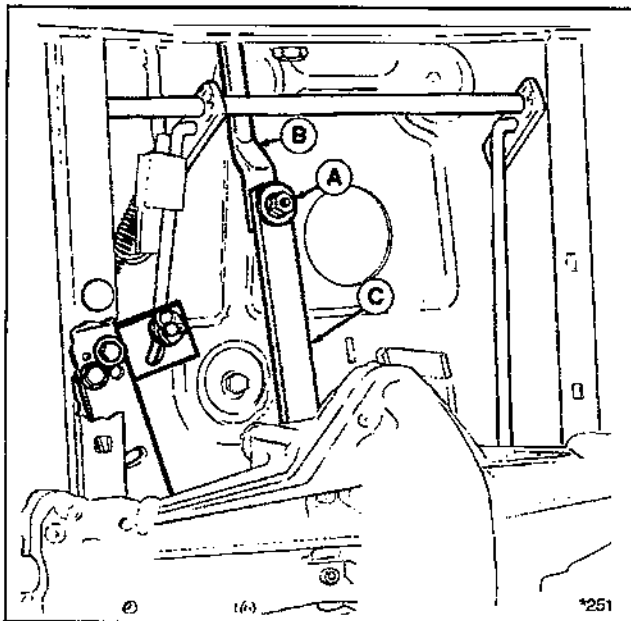
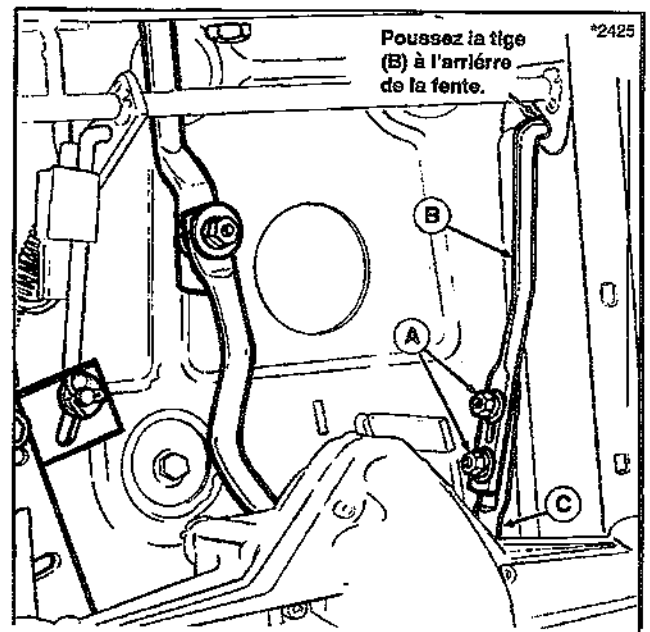

Figure 28. Réglage du point mort
Figure 29. - Réglage du retour au point mort
3. **Dévisser** l'écrou (A, figure 28) qui fixe la tringle de wmmande de la transmission avant (B) à la tringle de la transmission arrière (C). La tringle doit pouvoir bouger lorsque vous faites le réglage de retour au point mort. **Dévisser** les deux écrous (A, figure 29) qui fixent la tringle de retour au point mort (B) à la tringle arriere (C). La tringle avant du retour au point mort doit être libre de mouvement.
5. Resserer la vis (A) à 2,3 daNm = 2,3 m kg.
Effectuer ce réglage lorsque le levier de commande de puissance ne revient pas en position neutre lorsque la pedale d'embrayage-frein est totalement enfoncée. S'assurer que la tringle de contrôle de transmission avant (B, figure 29) est lubrifiée et ne coince pas dans la barre de soutien du chassis.
2. **Dévisser** les deux écrous (A, figure 29) qui fixent la tringle de retour au point neutre avant (B) à la tringle arriere (C). La tringle de retour au point neutre avant doit être libre pour bouger.